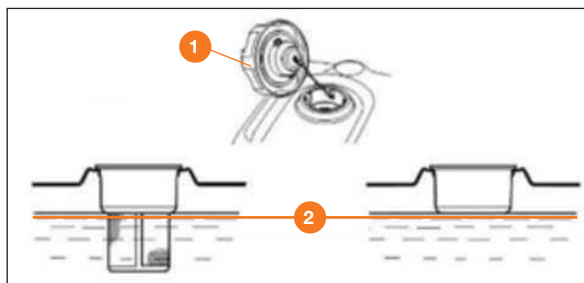

Рис. 18
- При низком уровне топлива долейте его до установленного уровня ❷. После заправки топливного бака надёжно затяните пробку заправочной горловины ❶ (Рис. 18).